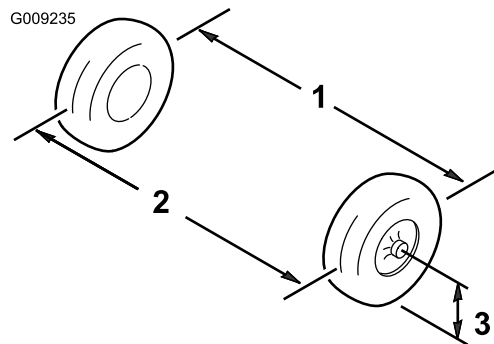

Рисунок 44
- Измерьте расстояние между обеими передними шинами на высоте моста, с передней и задней стороны передних шин (Рисунок 44).